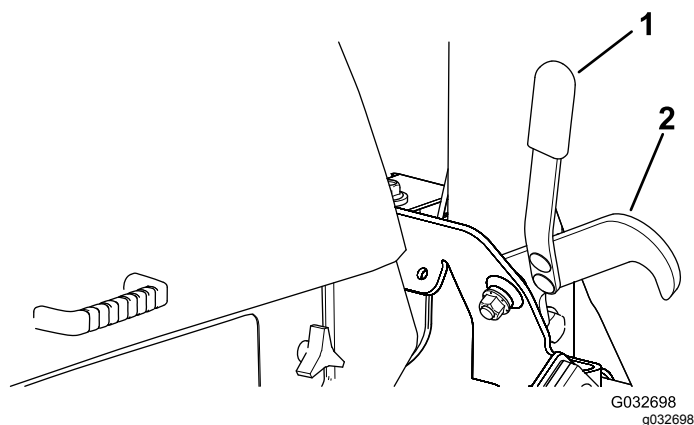

Рисунок 29
2. Находясь на сиденье оператора, поверните ключ зажигания в положение RUN (РАБОТА) (Рисунок 29).